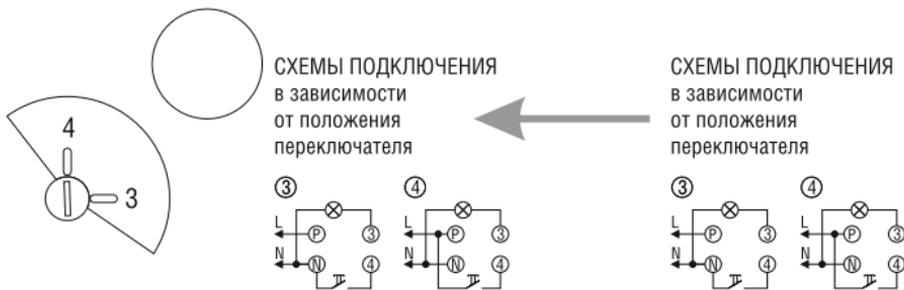

Рисунок 2 – Схемы подключения таймера
5.3 Подключение к таймеру внешних кнопок управления может осуществляться в соответствии со схемами 1 и 2 (рисунок 2).